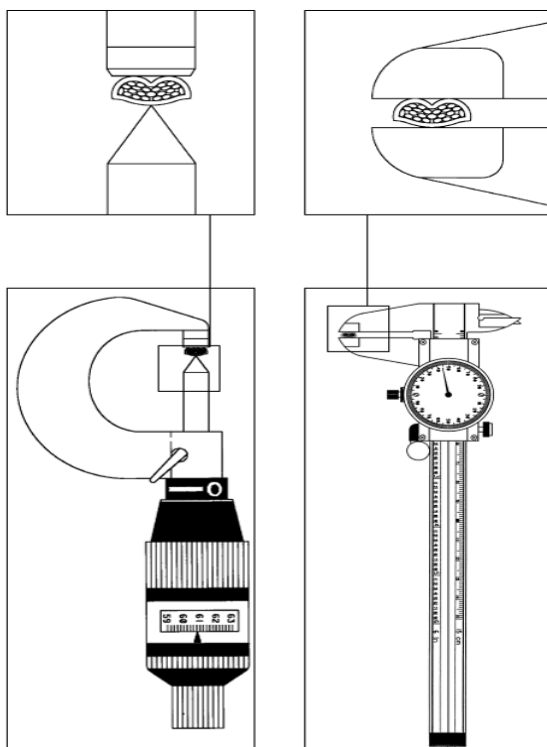

图 13
3. 将压接测微器的平端放在双圆弧面, 尖端放在压接中心处。不要测量压接喇叭嘴附近 (看图13)。